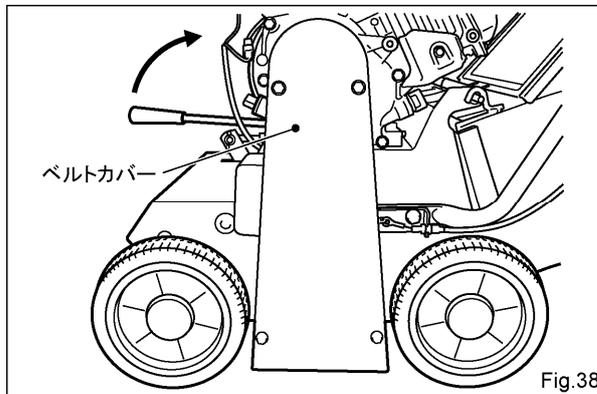

Fig.38
- (1) 本機を倒立させて作業する必要があるため、エンジンからエンジンオイルを抜き、ガソリンを燃料タンクから抜きます。
- (2) リール高さ切換レバーを作業位置にします。
- (3) ベルトカバーを取付けている、ナット（4個）を緩め取り外し、ベルトカバーを下へ少し下げながら外します。(Fig.38)